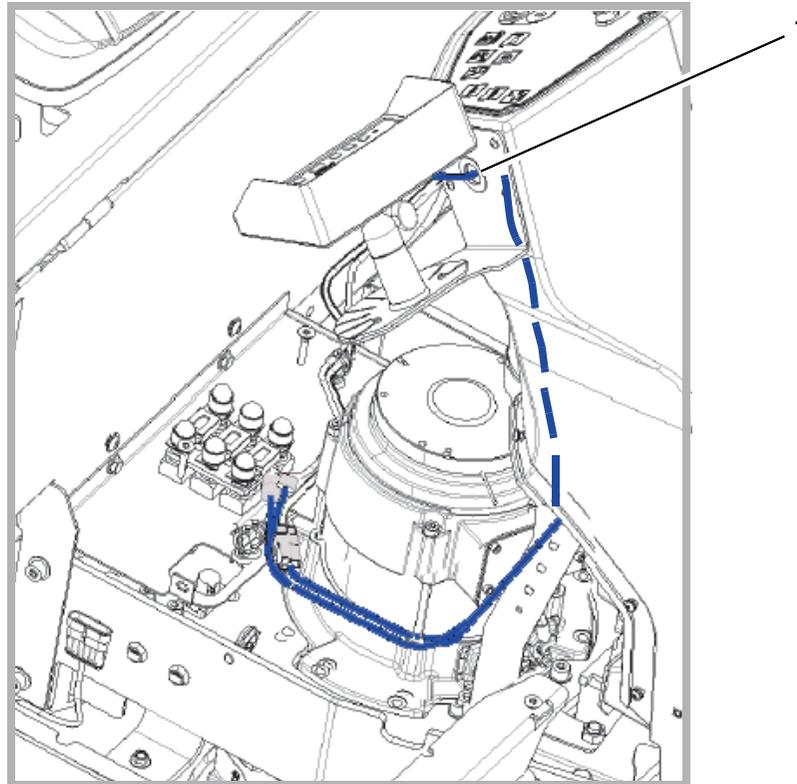

Abb. 3
1. Monitorkabel durch die Kabelmuffe (Abb. 3/1) führen.